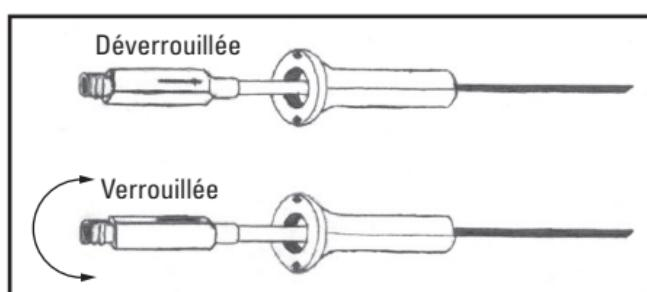

Figure 2
2. Tester l'extension de l'aiguille d'injection en faisant avancer ou reculer l'embase de l'aiguille située à proximité de la poignée. Pour avancer l'aiguille, pousser l'embase de l'aiguille à fond dans la poignée. Le verrouillage tournant doit être activé en opérant un mouvement rotatif de 90° dans le sens horaire ou anti-horaire pour aligner les flèches sur la poignée et sur l'embase de l'aiguille (voir la figure 2).